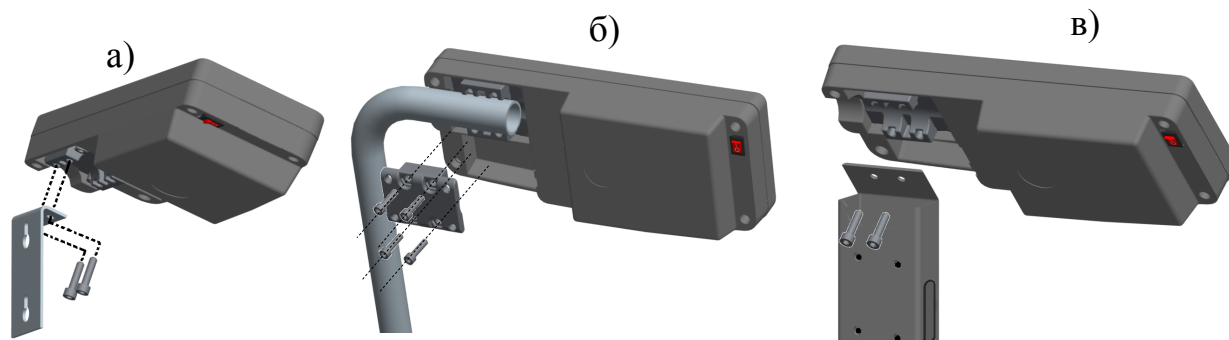

Рис. 5.4 - Варианты крепления терминала:
Привинтить к терминалу кронштейн, Рис. 5.4 а. Установить терминал в удобное для работы месте.
Установить терминал на стойку Рис. 5.4 б.
- Установить терминал на стойку Рис. 5.4 в.